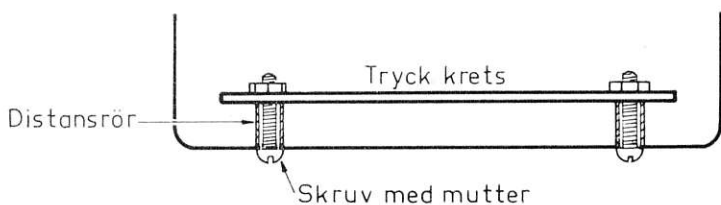

Fig. 416.
7. Montera den tryckta kretsen med kopparfoliesidan mot framsidan av lådan och ca. 12 mm från denna. Monteringen sker enklast med 4 st 20 mm långa 3 mm skruv med mutter och 12 mm långa distansrör med 4 mm inre diameter, se fig. 416.